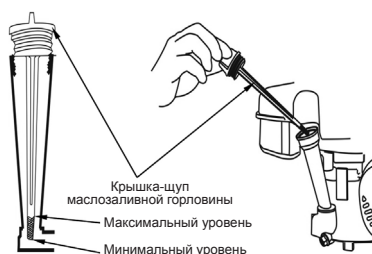

Рис. 6
2. Выкрутите крышку/щуп маслосливной горловины (Рис.6).